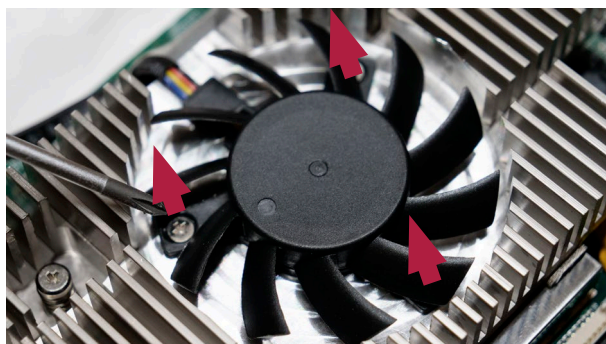

Abbildung 24 Entfernen der Schrauben vom Lüfter
b) Lösen Sie die drei Schrauben, mit denen der Lüfter befestigt ist (Abbildung 24)
- f) Setzen Sie die drei Schrauben, mit denen der Lüfter gesichert wird, ein und ziehen Sie sie an (max. Drehmoment 0,3 Nm) (Abbildung 24)